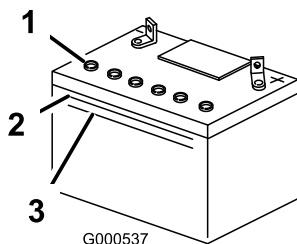

Figure 42
3. Observez le côté de la batterie. Le niveau de l'électrolyte doit atteindre le trait **supérieur** (Figure 42). Le niveau d'électrolyte ne doit pas descendre au-dessous du trait inférieur (Figure 42).
5. Enlevez les bouchons d'évent de la batterie (Figure 42)
6. Versez de l'eau distillée avec précaution dans chaque élément jusqu'au repère supérieur (Figure 42) sur le côté de la batterie.
7. Attendez 5 à 10 minutes après avoir rempli les éléments. Au besoin, ajoutez de l'eau distillée pour amener le niveau jusqu'au repère supérieur sur le côté de la batterie (Figure 42).